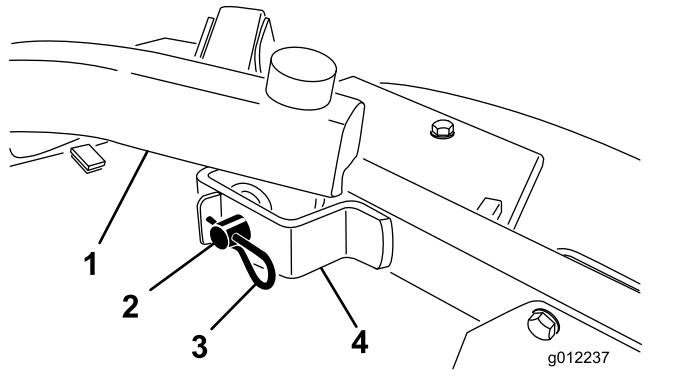

Figura 24
4. Rimuovete le coppiglie a forcina e i perni con testa che fissano i bracci di sollevamento alle staffe dei bracci delle ruote orientabili (Figura 24).